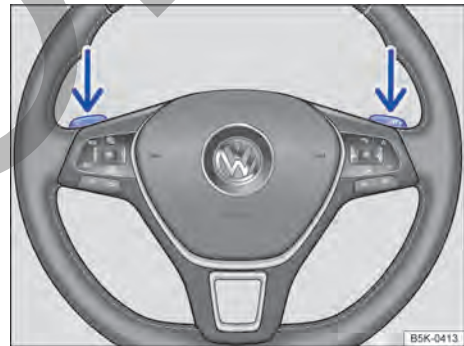

Fig. 110 Volante con levas de cambio para el Tiptronic.
- Tire de la leva derecha → fig. 110 hacia el volante para cambiar a una marcha más larga.